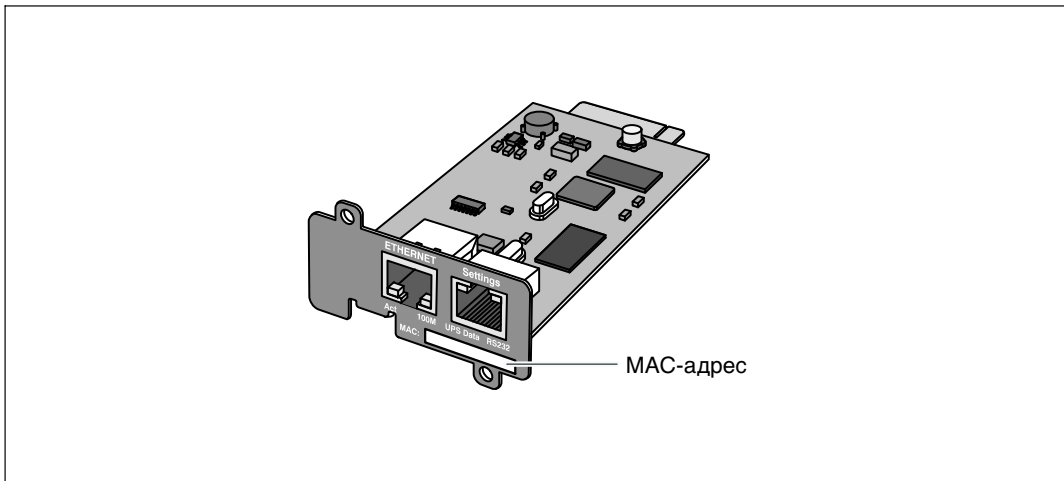

Рисунок 2. Расположение MAC-адреса
- MAC-адрес указан на наклейке на передней части карты (см. Рисунок 2).